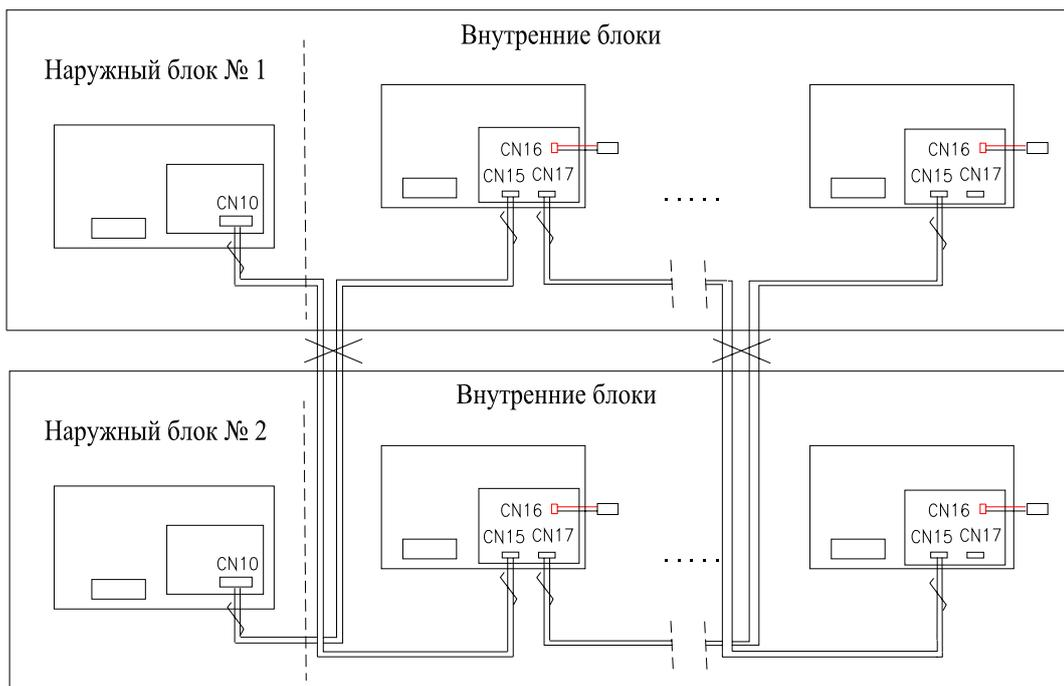

Рисунок 10.5- Неправильная схема прокладки кабеля управления
- Перекрестная прокладка кабеля управления при подключении блоков системы не допускается (см. рис. 10.5) .